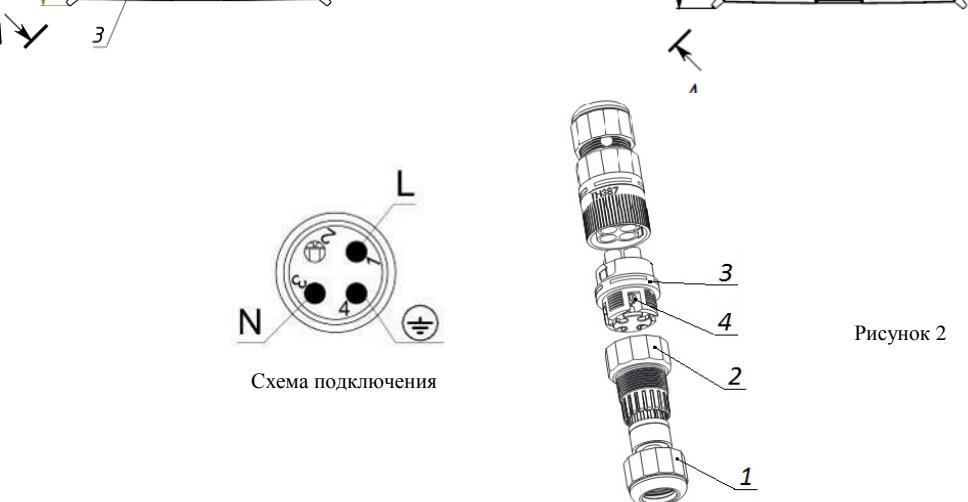

Рисунок 2
5.1 Для подключения светильника к питающей сети см. схему подключения Рисунок 2.